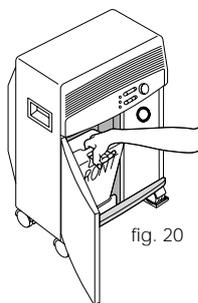

fig. 20
- 1) Abra la puerta del compartimiento del contenedor de agua y quite el tanque (fig. 20).